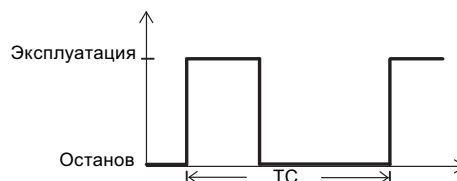

Рис. 29 Режим S3
- **S3, режим работы с перерывами:** Режим работы S3 означает серию идентичных рабочих циклов TC с постоянной нагрузкой, чередующихся с перерывами в работе. Во время цикла тепловое равновесие не достигается. См. рис. 29.